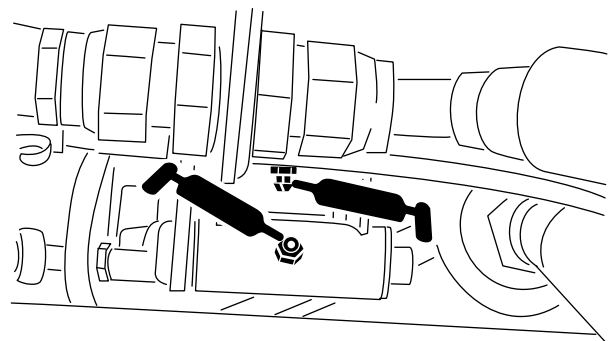
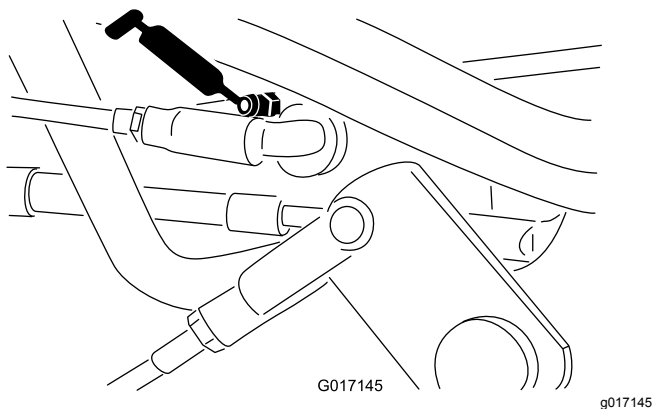

Bild 37
Bild 38
- Geschwindigkeitsschaltgestänge (Bild 37 und Bild 38).